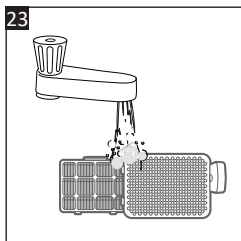

Рис. 23
4. Тримавши випускний повітряний фільтр (23) брудною стороною вниз, промийте його під краном теплою водою, доки вода не стане чистою (рис. 23). Промийте кришку отвору виходу повітря (24).